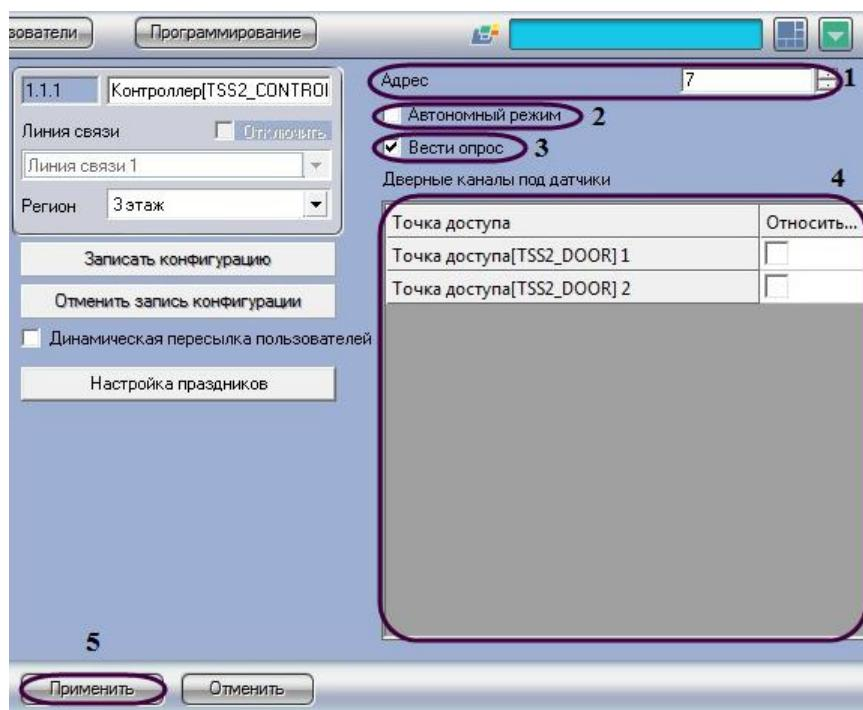

Рис. 3.4—2 Панель настроек объекта Контроллер
2. В поле **Адрес** необходимо ввести с помощью кнопок **вверх-вниз** свободный адрес контроллера в диапазоне от 1 до 63 (см. Рис. 3.4—2, 1).
3. Чтобы активировать автономный режим работы контроллера, необходимо установить флагок **Автономный режим** (см. Рис. 3.4—2, 2).